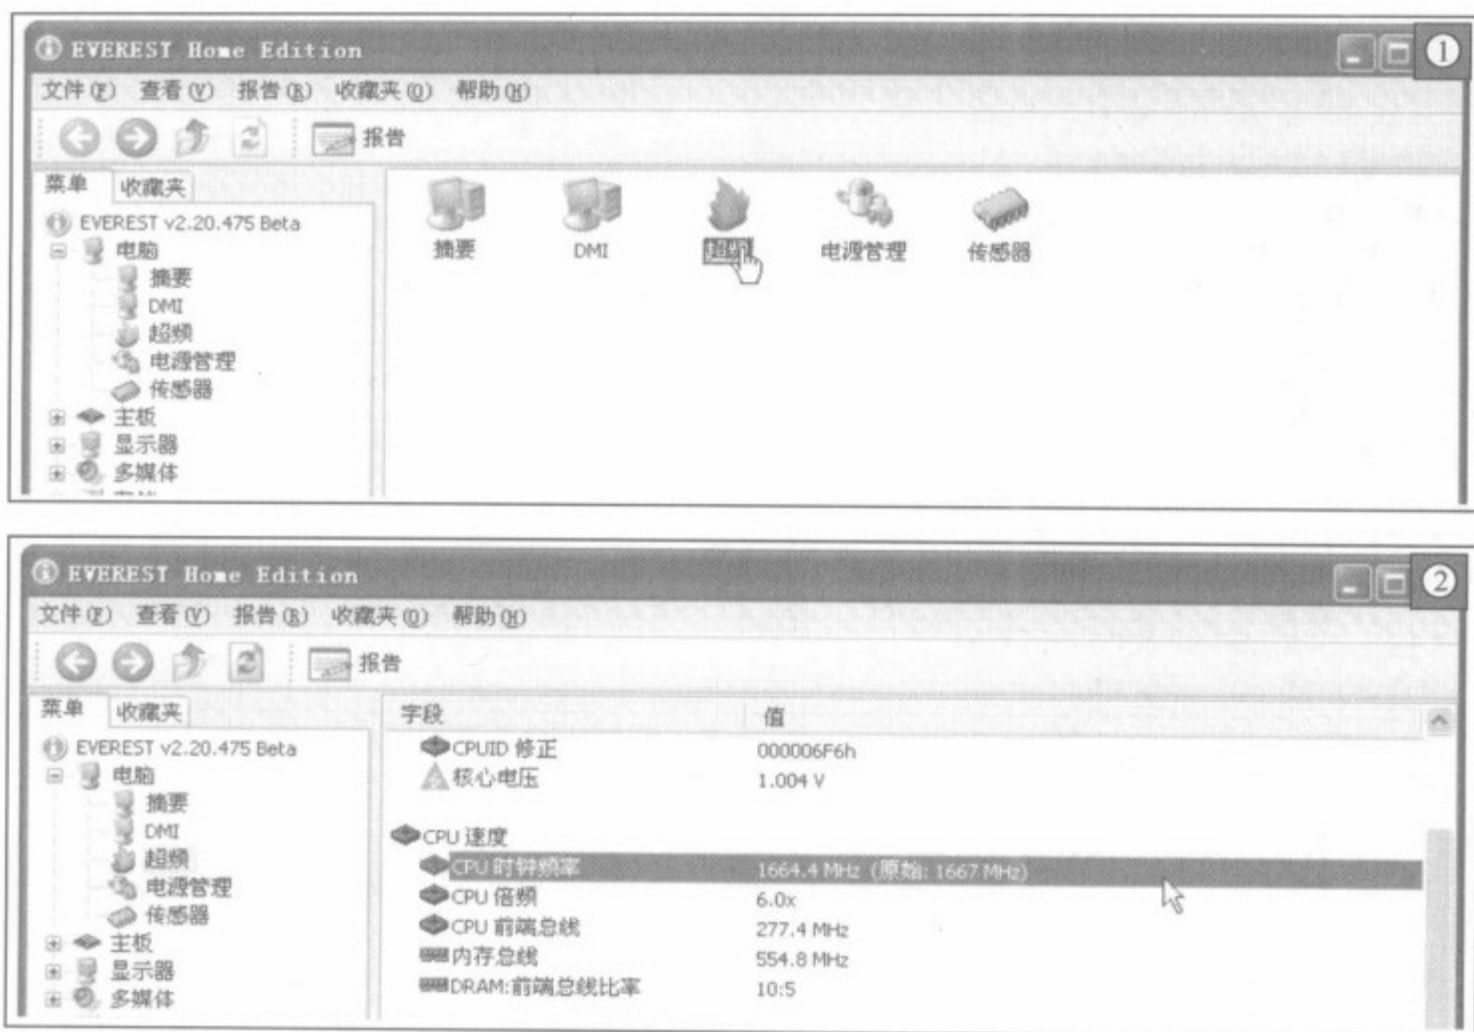

图 5-4 查看笔记本电脑 CPU 超频信息
① 如果不知道笔记本电脑的 CPU 是否超频使用，可以通过软件进行查看。这里选择“EVEREST Home Edition”软件，在该软件中选择“超频”选项。
② 在“超频”选项中可以看到关于 CPU 的超频信息，包括 CPU 当前的时钟频率和原始的时钟频率，还有 CPU 的倍频等信息，如图 5-4 所示。